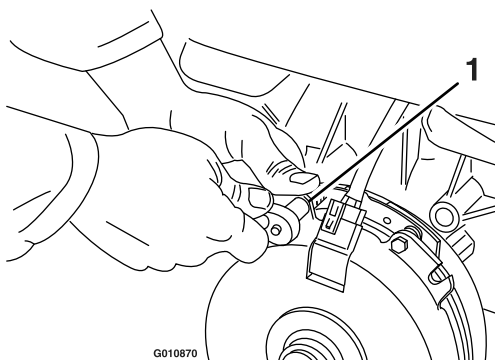

Figure 77
- A. Desserrez les deux boulons de montage de frein d'un demi à un tour complet, comme montré à la Figure 77.